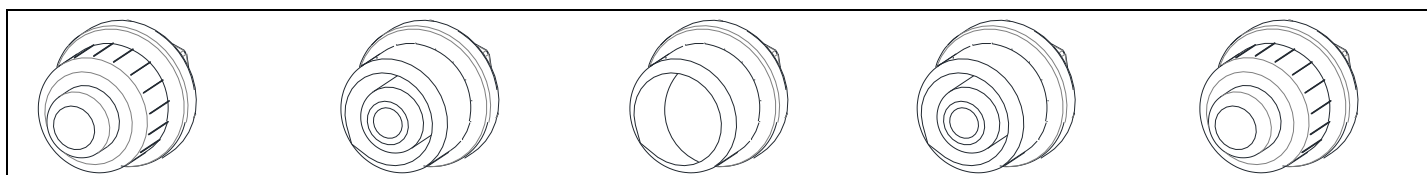

Fig 14 – Sostituzione della batteria
- Per spegnere l'apparecchio, premete e ruotate contemporaneamente la manopola in senso orario (*fig. 14*). L'alimentazione del gas sarà interrotta e la fiamma del bruciatore sarà spenta.